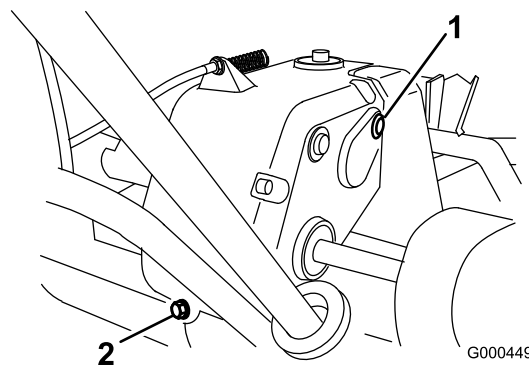

図 31
2. トランスミッション後部にあるドレン・プラグ（図 31）を抜いてオイルを抜く。
3. ハンドルを押さえて機体を後ろにそらす。トランスミッション右側にある点検・補給プラグ（図 31）を抜き取る。